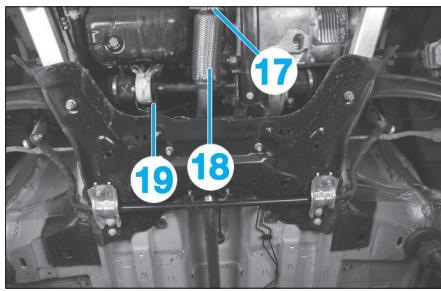

Fig. 8
- Déposer le collier (17) (Fig.8).
- Écarter le flexible d'échappement (18).
- la biellette anticouple (19),